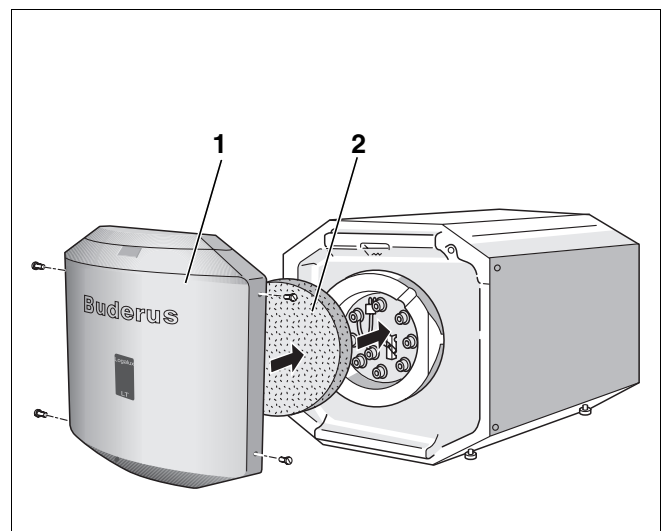

Abb. 17 Wärmeschutz und Vorderwand montieren
- Wärmeschutzelement (Abb. 17, **Pos. 2**) vor dem Handlochdeckel einsetzen.
- Vorderwand (Abb. 17, **Pos. 1**) aufsetzen und mit 4 Schrauben befestigen.